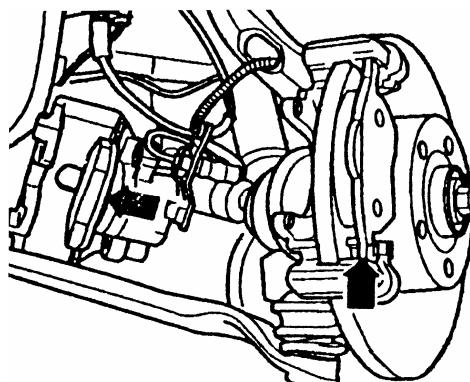

图 13-40 安装制动摩擦衬片
(2) 将制动摩擦衬片及定位弹簧一同装入制动钳壳体（活塞）。内摩擦衬片（带胀簧）上有一箭头, 在车前进时, 该箭头指向制动盘旋转方向。如安装错误会产生噪音。
(3) 小心揭下外摩擦衬片后挡板上的保护膜。安装新制动衬片前, 必须彻底清洁制动钳（不能有油脂）。
(4) 将外制动摩擦衬片装到制动托架上（图 13-40）。将带两导向销的制动钳壳体拧到制动托架上（25N·m）。